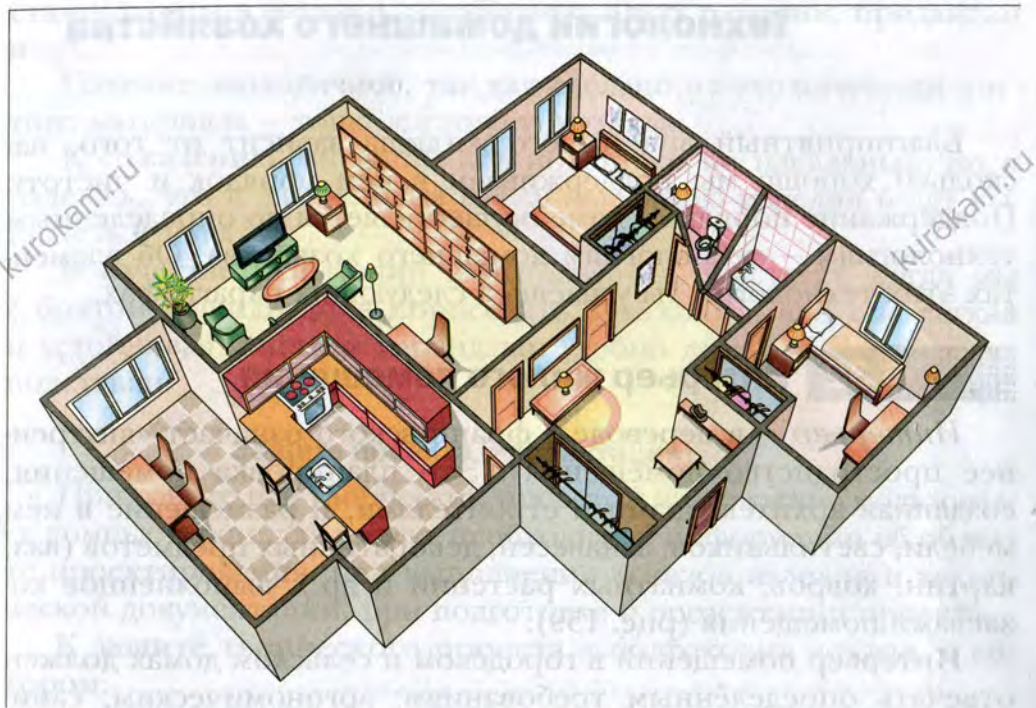

Рис. 159. Пример планировки городской квартиры
*Интерьер* — в переводе с французского означает «внутреннее пространство помещения». Это планировка помещения, созданная архитекторами и строителями, и размещение в нём мебели, светильников, занавесей, декоративных предметов (ваз, картин, ковров, комнатных растений и др.), выполненное хозяевами помещения (рис. 159).